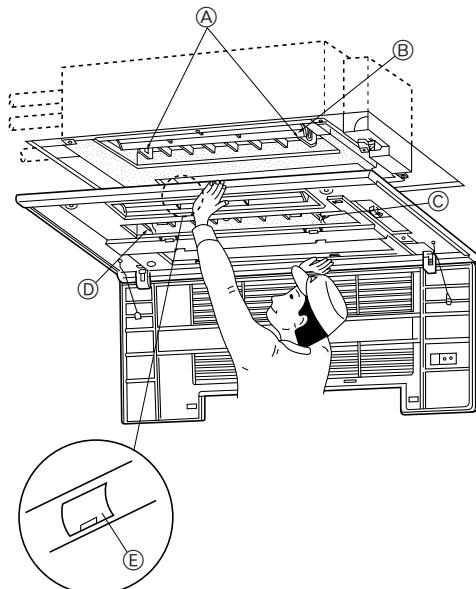
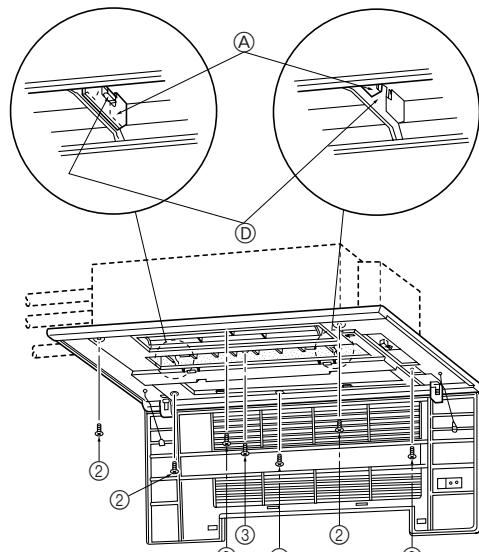
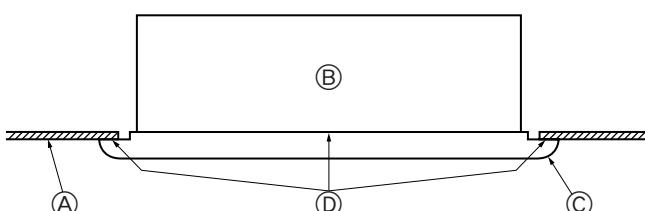
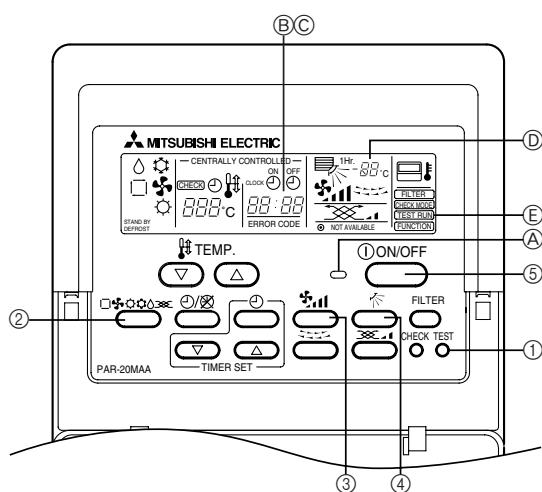

Fig. 5-4
Fig. 5-5
Fig. 5-6
Fig. 6-1
5.3. Izgaranın takılması (Fig. 5-4)
- ④ Kancalar
⑤ Üst ve yan kapakları tamamen açın
⑥ Geçici tutturma dili
⑦ Geçici tutturma dili
⑧ Vida kapağı
- Ön paneli duvar ile tavan arasındaki açıya uyacak şekilde ayarlayın ve (bu izgara ile birlikte verilen) bağlantı civatalarını ② sağdaki ve soldaki dört deliğe tam sıkmadan takın. (Fig. 5-5)
- Sonra ortadaki üç yerde bulunan tespit civatalarını ② ve tespit vidalarını ③ sıkın.
- Son olarak da sol ve sağ taraftaki dört yerdeki tespit civatalarını ② sıkın.
- Bu noktada, iç ünite ile ön panel ve ön panel ile tavan yüzeyi arasında herhangi bir açıklık kalmamasına dikkat edin. Eğer açıklık kalmışsa, buradan rüzgâr girebilir ve su damlamasına neden olabilir (Fig. 5-6).
- * Tespit civatalarını ② ve tespit vidalarını ③ sonuna kadar sıkın.
- ⑨ Kanca
⑩ Geçici tutturma dilleri
- ⑪ Tavan yüzeyi
⑫ İç ünite
⑬ Izgara
⑭ Burada açıklık olmamalı
6. Çalışma testi (Fig. 6-1)